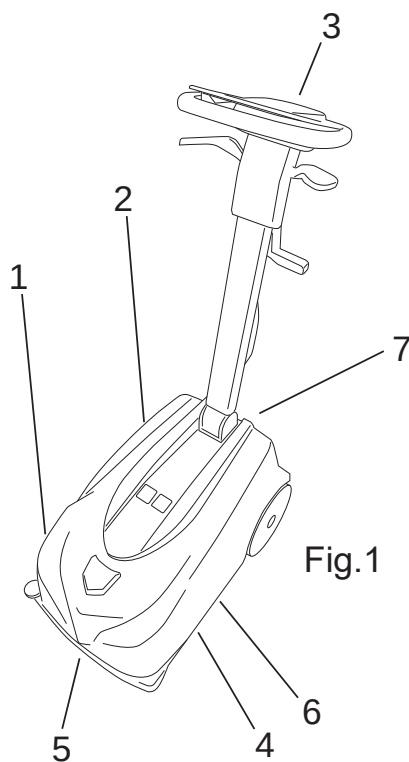

Fig.1
- Le réservoir eau/détergent (Fig.1-Réf.1): sert à contenir et transporter le mélange d'eau propre et du produit nécessaire au nettoyage.
- Le réservoir de récupération (Fig.1-Réf.2): sert à récupérer l'eau sale aspirée sur le sol pendant le lavage;
- Tableau de commandes (Fig.1-Réf.3).
- Suceur avant (Fig.1-Rep.5), nettoie et sèche le sol quand l'opérateur tire la machine vers lui.
- Suceur arrière (Fig.1-Rep.6), nettoie et sèche le sol quand la machine avance.
- Batterie (Fig.1- Rep.7)